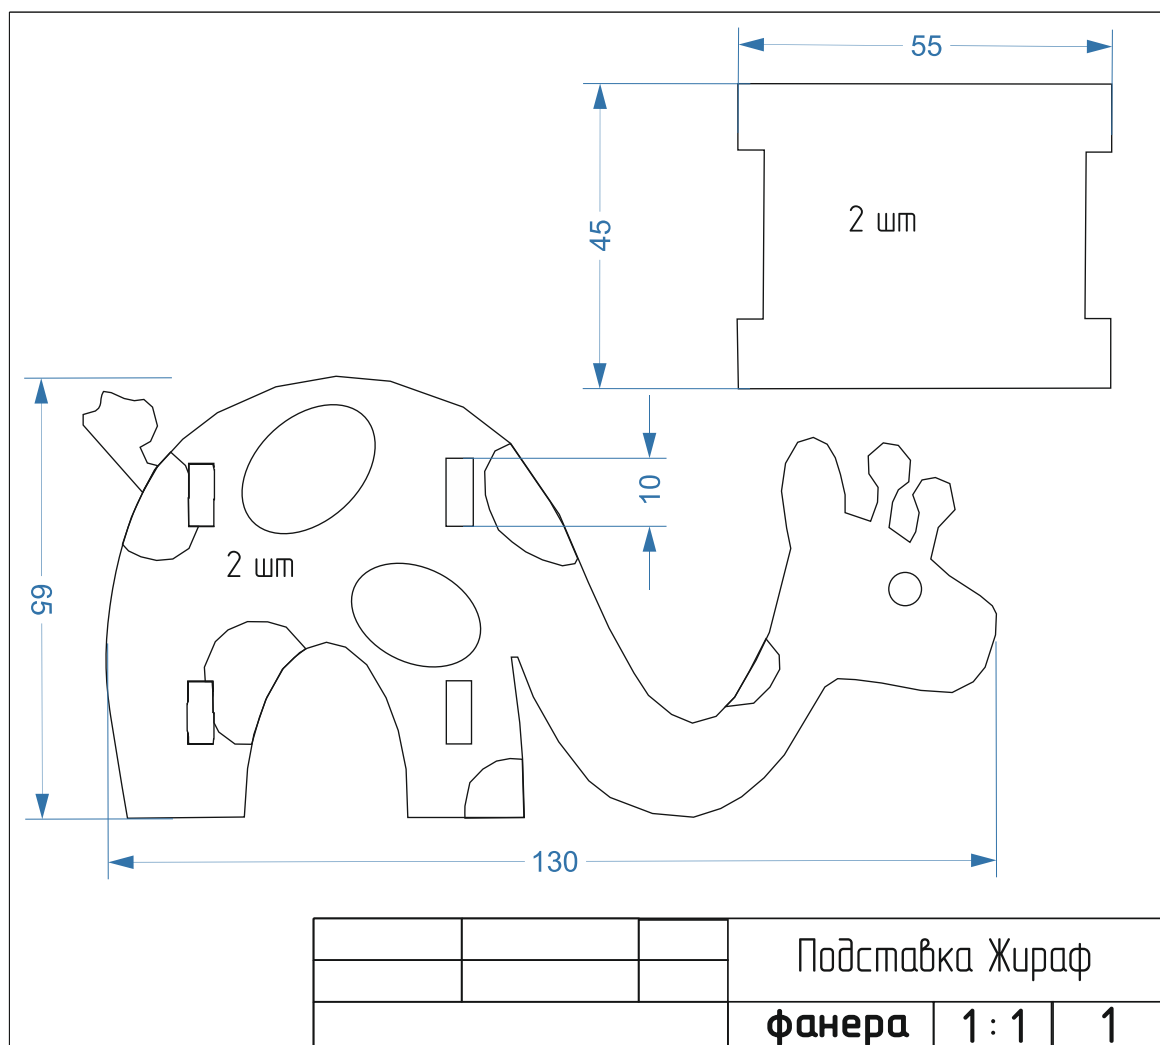

Рис. 1. Чертеж Подставка жираф
2. По чертежу изготовить «Подставка жираф» (рис. 1).